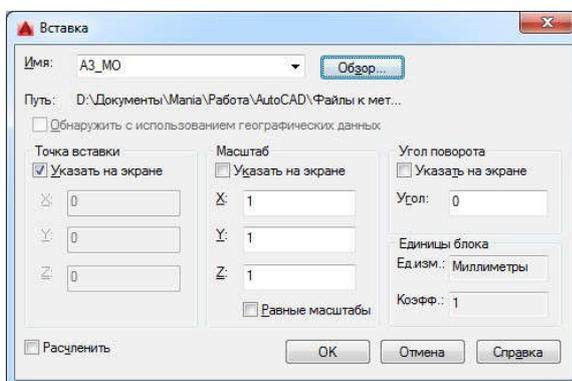

Рис.2. Діалогове вікно Вставка
4.1. Виберіть на панелі інструментів "Блок" на вкладці "Головна" команду Вставка або з меню Вставка □ Блок. Відкриється діалогове вікно Вставка, показане на рис.2. Можна вставляти блок або файл. Блок рамки формату А3 зі штампом міститься у файлі А3\_МО.